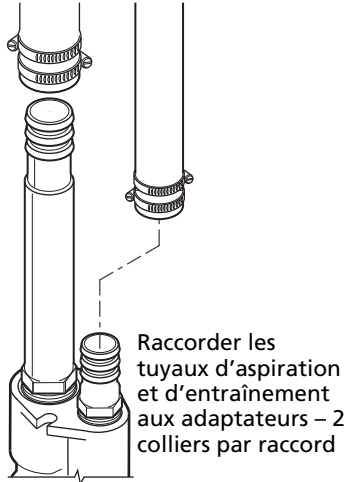

Figure 8
2. Raccorder les tuyaux en plastique aux adaptateurs à l'aide de colliers de tuyau (voir Figure 8) en utilisant deux colliers pour chaque raccord. Placer les vis de serrage dans des positions diamétralement opposées, comme le montre la figure.